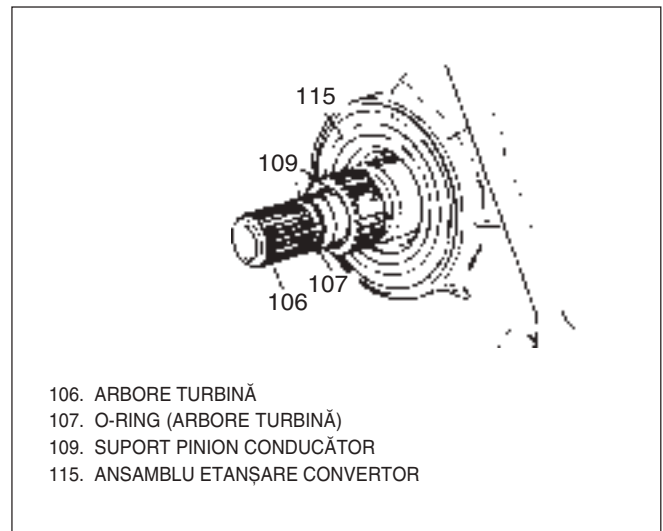

Fig. 19 O-Ring etanșare arbore turbină
- 1) Șaiba de presiune (414) a pinionului conducător (103) care poate să rămână pe pinion.
- 2) Rulmentul (121) al pinionului condus (122) care poate să rămână pe pinion.
- 3) O-ring-ul 107 arborelui turbinei (Fig. 19).
- 4) Ansamblul lanț (101), pinioanele (103) și (122).
- 5) Șaibă de presiune (104) suport pinion conducător.
- 6) Șaibă de presiune (123) suport pinion condus.